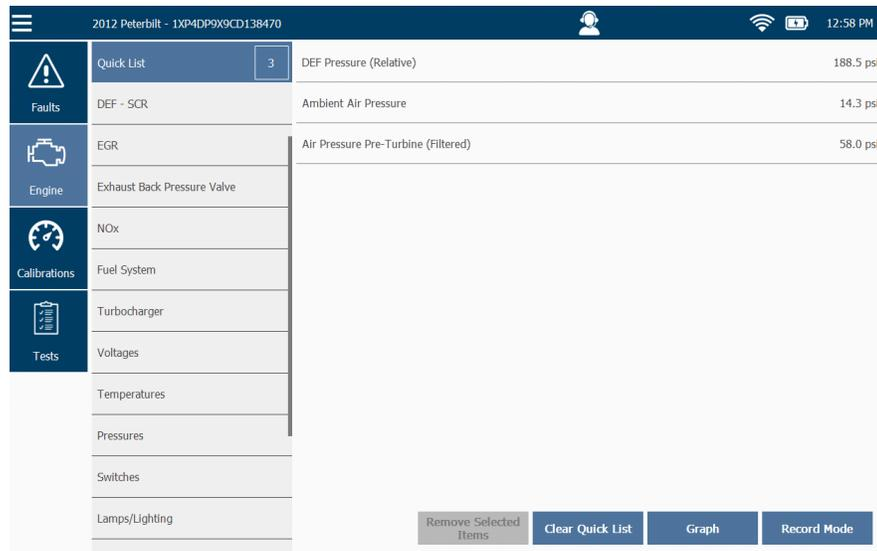
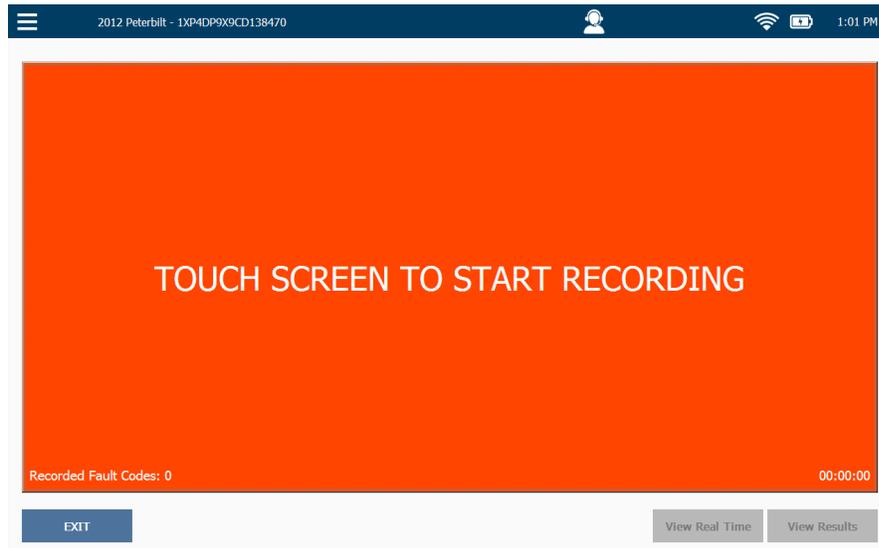

Figure 9.1 Liste rapide (Quick List)
Figure 9.2 Écran d'enregistrement
STOP	<ul style="list-style-type: none"> • Termine un enregistrement (vous devrez confirmer que vous souhaitez terminer l'enregistrement). • Vous fait retourner à l'écran d'enregistrement (Figure 9.2). • Devient le bouton EXIT dès que vous arrêtez l'enregistrement; le bouton EXIT vous ramène à la liste des paramètres (Figure 9.1).
View Results (voir les résultats)	<ul style="list-style-type: none"> • Vous permet de revoir en mode Playback (lecture) l'enregistrement que vous avez créé. • Vous devez confirmer que vous souhaitez arrêter l'enregistrement avant de voir les résultats. <p>Un certain nombre de boutons sont disponibles :</p> <ul style="list-style-type: none"> • Rewind — vous permet de revenir en arrière au début de l'enregistrement. • Play — lance la lecture de l'enregistrement. Devient le bouton Pause une fois que la lecture commence. • Previous Bookmark et Next Bookmark — vous permettent de passer d'un signet à un autre. • EXIT — vous fait retourner à l'écran d'enregistrement (Figure 9.2).
L'écran d'**enregistrement** est affiché (Figure 9.2).
- 9 Touchez **EXIT** pour retourner à la Quick List (Figure 9.1).
- En touchant le bouton **View Results** (voir les résultats) sur l'écran d'enregistrement (Figure 9.2).